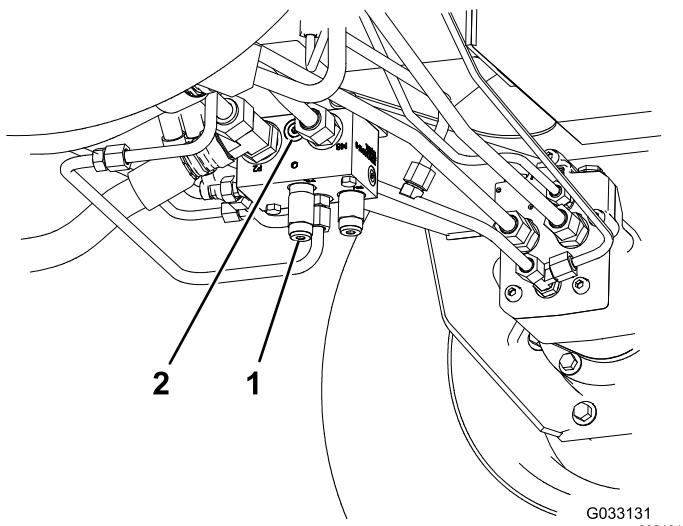

Figura 39
- Peça Toro No. 95-0985, encaixe do acoplador (2)
- Peça Toro No. 340-77, encaixe hidráulico (2)
- Instale um encaixe de diagnóstico na porta não assinalada que se encontra entre as portas M8 e P2 no coletor da tração traseiro (Figura 39).